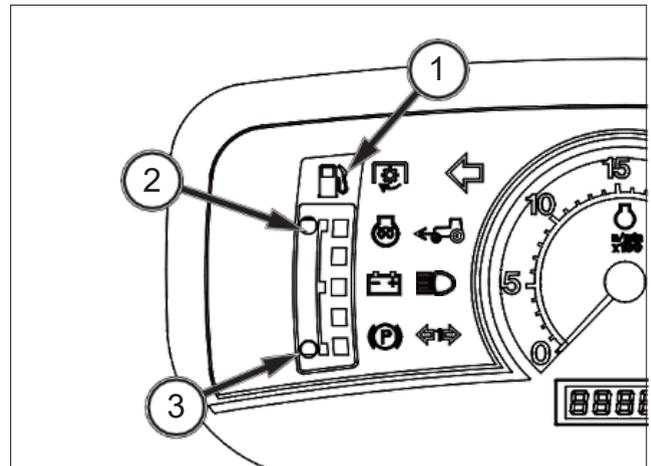

FIG. 38
FIG. 38: La varilla medidora de carburante (1) indica el nivel de diésel en el depósito. Cuando la barra de nivel de carburante está cerca del icono de depósito lleno (2), queda suficiente carburante en el depósito. No deje que la barra de nivel de carburante alcance el icono de depósito vacío (3).